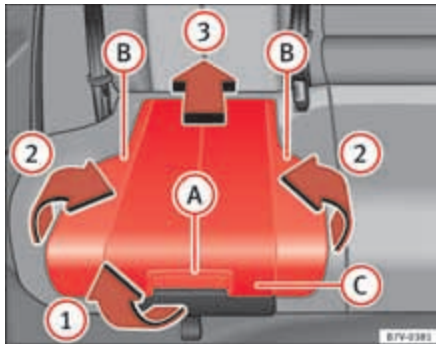

Abb. 29 Integrierter Kindersitz: Sitzpolster aufstellen.
- Sitzpolster am Entriegelungshebel ⇒ Seite 51, Abb. 29 **A** in Pfeilrichtung ⇒ Seite 51, Abb. 29 **1** nach vorn ziehen.
- Beide Seiten ⇒ Seite 51, Abb. 29 **B** in Pfeilrichtung ⇒ Seite 51, Abb. 29 **2** nach oben klappen.
- Sitzpolster ⇒ Seite 51, Abb. 29 **C** in Pfeilrichtung ⇒ Seite 51, Abb. 29 **3** nach hinten drücken, bis es einrastet.